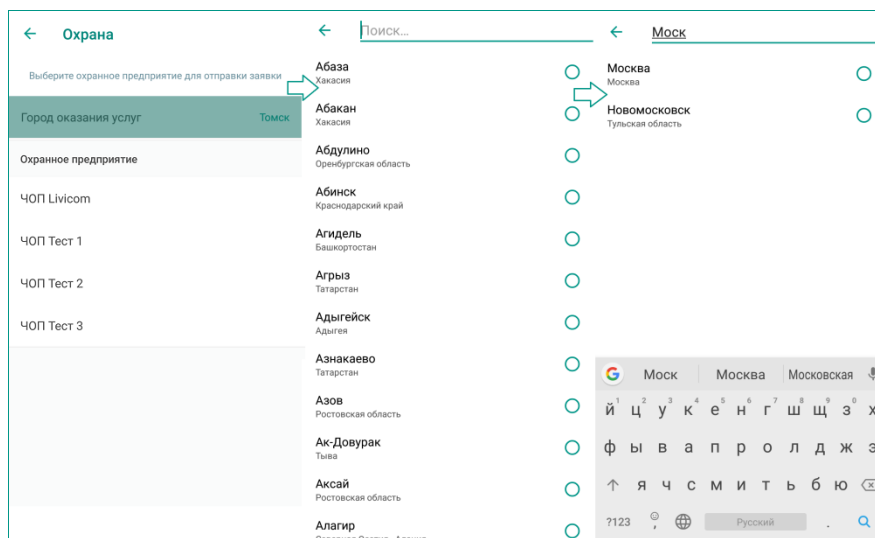

Рисунок 4.2 – Выбор города оказания услуг
3. Выбирает искомый населенный пункт в отфильтрованном списке (см. рисунок 4.2).